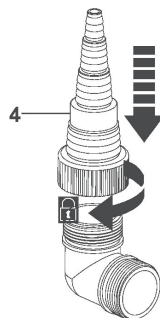

Fig. 1
- Visser le connecteur (4) dans le sens horaire sur l'adaptateur s'il n'est pas déjà préassemblé (Fig. 1).